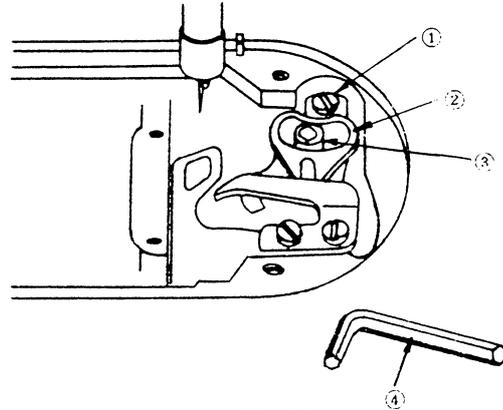

Fig. 25
- 2) Quite el tornillo de la bisagra ③ (Fig. 25) utilizando una llave Allen de 3 mm. (0.118") ④ (Fig. 25).
- 3) Quite el tornillo bifurcado de la bisagra ① (Fig. 25). Levante la base bifurcada de la cuchilla ② (Fig. 25) y quite el perno de la cuchilla móvil de la base bifurcada de la cuchilla.